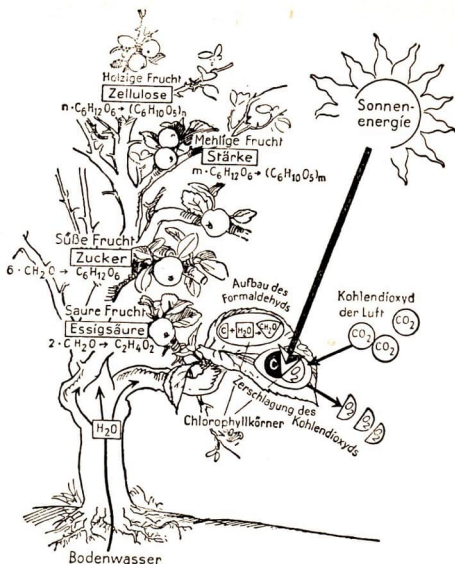

Abb. 217. Aufbau der Polysaccharide durch die Pflanzen
**[809] Vom Formaldehyd zur Zellulose.** Im tierischen Stoffwechsel spielt die Stärke die Rolle eines wichtigen Nahrungsmittels, im pflanzlichen Stoffwechsel hingegen die Rolle eines wichtigen Reservestoffes. Welche Aufgabe fällt nun der Zellulose zu? Während viele Tiere ihr inneres oder äußeres Gerüst (Skelett) aus Kalkverbindungen aufbauen (Schneckenhaus – Wirbeltierknochen), bildet die Pflanze ihr Stützgewebe aus Zellulose. Holz, Kork und Baumwolle stellen pflanzliche Zellulosen dar. Den Aufbau der Zellulosen können Sie leicht bei der Fruchtreife verfolgen (Abb. 217). Zunächst bilden sich grüne Früchte, z. B. Äpfel, am Baume. Diese grünen Äpfel assimilieren in ihren äußeren Zellenschichten wie jedes andere grüne Pflanzenorgan. Kosten Sie einen solchen unreifen Apfel, so schmeckt er sehr sauer. Es überwiegen in ihm die gebildeten Säuren, und die Kohlenhydrate sind in den unreifen Früchten noch in der Minderzahl.